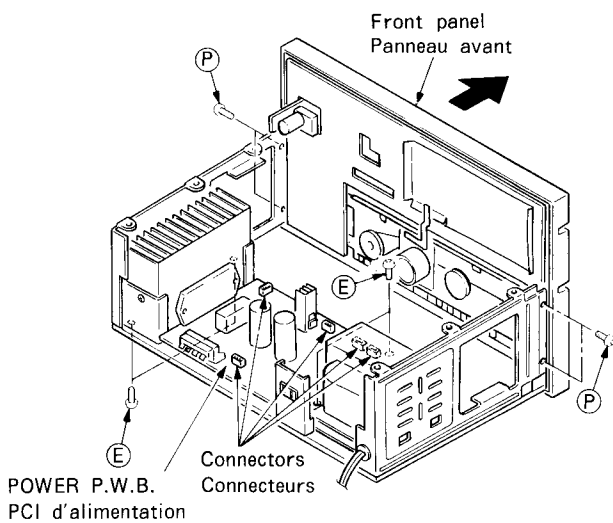

Fig. 3
- (1) After removing the rear plate, remove the 6 screws **D**.
- (2) Disconnect the connectors and remove the REC spring.
4. Removing the Power P.W.B. (Fig. 3)
- (1) Remove the 4 screws **F** and Remove the Front Panel from the Chassis. (Fig. 3)
- (1) Après avoir enlevé la plaque arrière, desserrer les 6 vis **D**.
- (2) Enlever les connecteurs et déposer le ressort REC.
4. Dépose de la PCI d'alimentation (Fig. 3)
- (1) Desserrer les 4 vis **F** et enlever du châssis le panneau avant (Fig. 3).